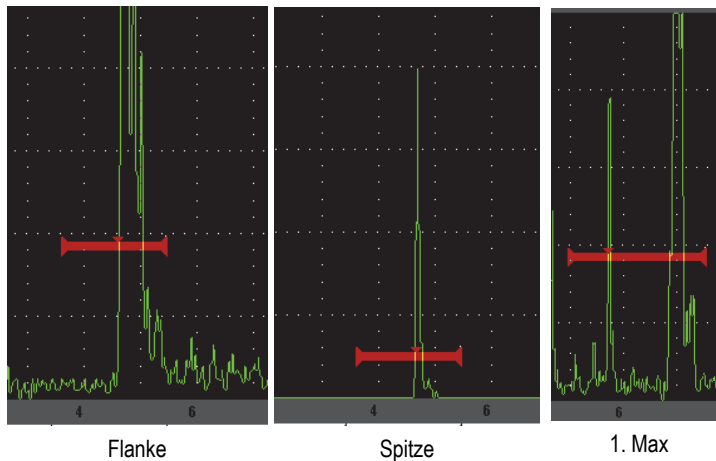

Abbildung 2-11 Auslösen der Messung mit Flanke, Spitze und erstem Maximum
- **Peak** (Spitze): gemessen wird mit dem höchsten Maximum im Blendenbereich (das Signal braucht die Blende nicht zu überschreiten) [siehe Abbildung 2-11 auf Seite 49].
- **1st Peak** (1. Max): gemessen wird mit dem ersten Maximum, das die Blende (den Pegel) überschreitet (siehe Abbildung 2-11 auf Seite 49).
- **Edge** (Flanke): gemessen wird mit der Position des ersten Schnittpunkts des Signals in der Blende (siehe Abbildung 2-11 auf Seite 49).